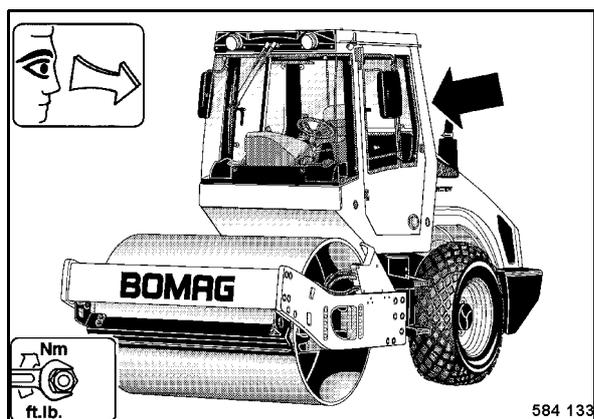

Рис. 174
- Проверить кабину, а в особенности структуру ROPS (Рис. 174), на наличие трещин, коррозии, повреждений и дефектных деталей крепления.